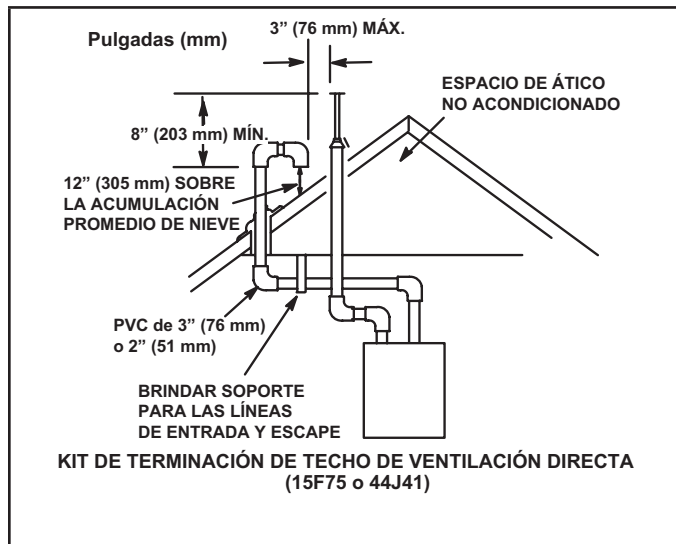

FIGURA 34
Las tuberías de entrada y de escape se pueden tender ya sea horizontalmente a través de una pared exterior o verticalmente a través del techo. En instalaciones en un ático o clóset, se prefiere la terminación vertical a través del techo. La "FIGURA 34" a la "FIGURA 41" muestran terminaciones típicas.
- 3 - En las terminaciones de techo, la tubería de entrada debe terminar recta hacia abajo usando dos codos de 90° (ver la "FIGURA 34").